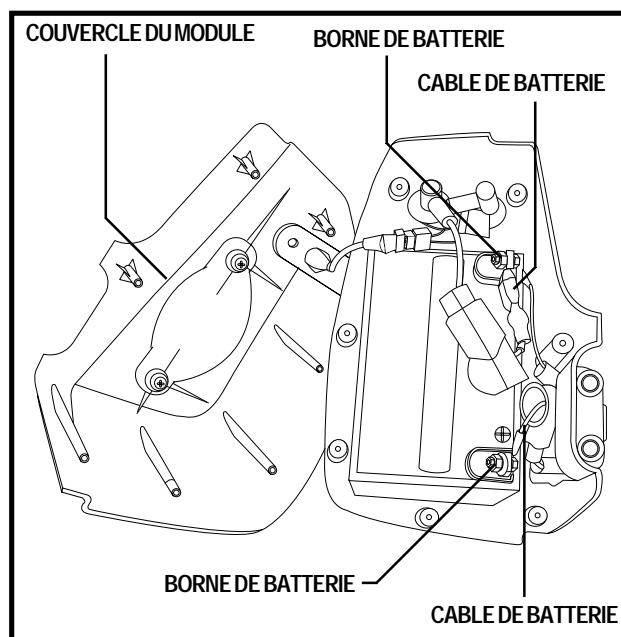

Figure 9. Remplacement d'une batterie
4. Arrangez chaque boîtier de manière que les poignées soient face vers le haut, retirez lentement le couvercle et placez-le tel qu'illustré dans **la figure 9**.